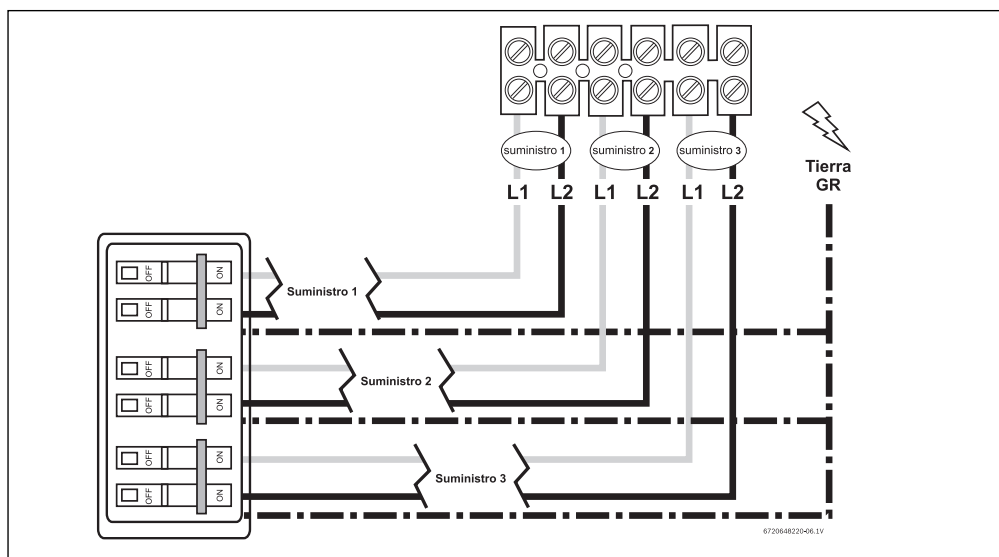

Fig. 6 WH36 conexión de la placa terminal (para EE.UU.)
- Pele el aislamiento de los cables de alimentación aproximadamente ½ pulgada. Conecte los cables con corriente a las terminales marcadas "L1" y "L2." Hay tres de cables con corriente en la WH36. (Vea la Fig. 6, page 12).